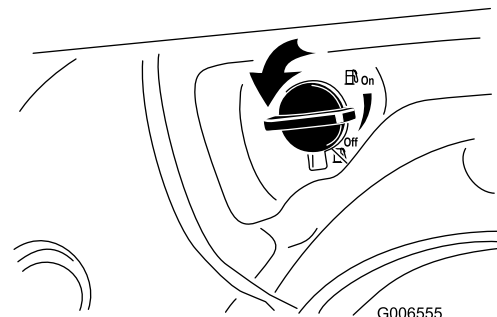

Bild 18
2. Drehen Sie den Kraftstoffhahn eine Viertelumdrehung nach links, um ihn zu öffnen (Bild 18).